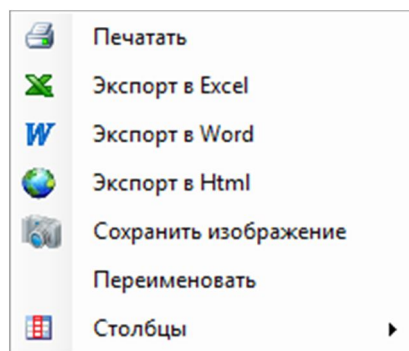

Рис. 38. Контекстное меню
- Созданную таблицу можно экспортировать в Word, Excel, HTML. Для этого вызовите раскрывающееся меню с помощью кнопки  (рис. 38).